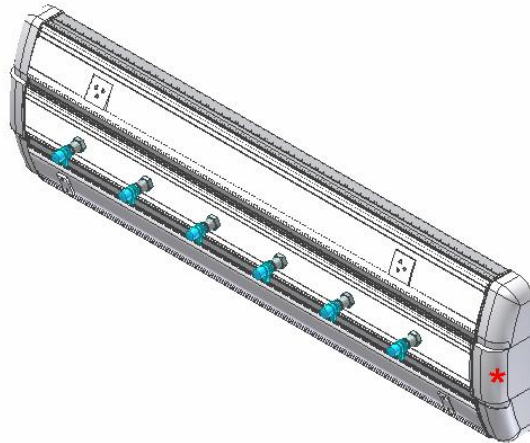

Figura 1 – Painel montado
2.1. Desmontar as tampas laterais manualmente, iniciando a retirada pela tampa que está posicionada na parte central (indicado na figura 1 pelo asterisco), depois as tampas inferior e superior;
- 5.4. As tampas laterais centrais (identificada pelo asterisco da figura 1) deverão ser montadas por último para fechamento do produto.